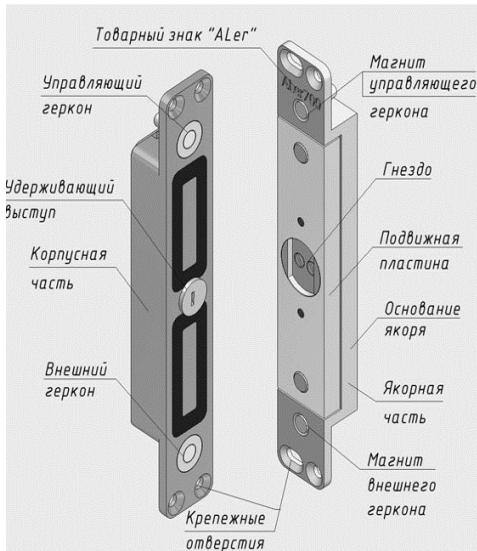

Рис.1
5.2 Для монтажа якорной части в дверном полотне симметрично кромкам двери подготавливается гнездо шириной не менее 32 мм и глубиной не менее 25 мм. Подвижная пластина якоря не должна касаться стенок гнезда при любом положении якоря. Якорная часть замка вертикального исполнения должна быть ориентирована в гнезде по установочной метке в виде товарного знака «ALer» направлением вверх (рисунок 1).